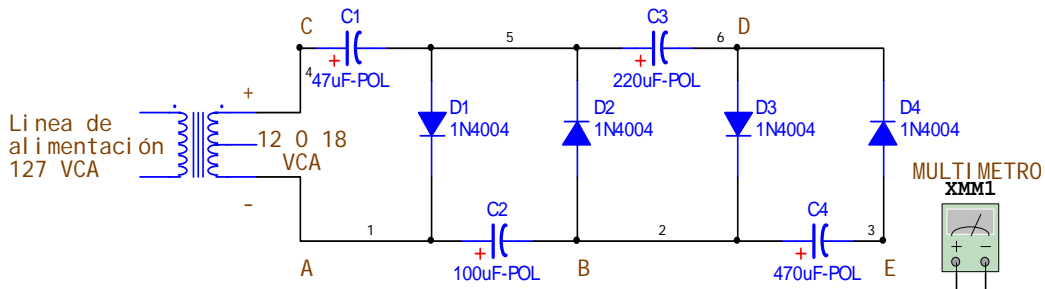

Figura 8.
- a) Construya el circuito que se muestra en la figura 8, verifique la polaridad correcta de los capacitores.